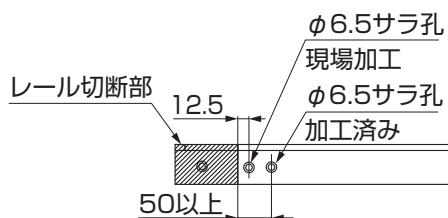
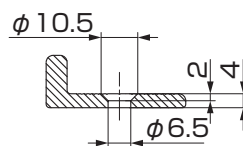

図10-10
図10-11  $\phi 6.5$ サラ孔断面図
- ④ レール切断部から加工済みの孔まで50mm以上の場合は、図を参照して、孔を追加加工してください。(図10-10、図10-11参照)